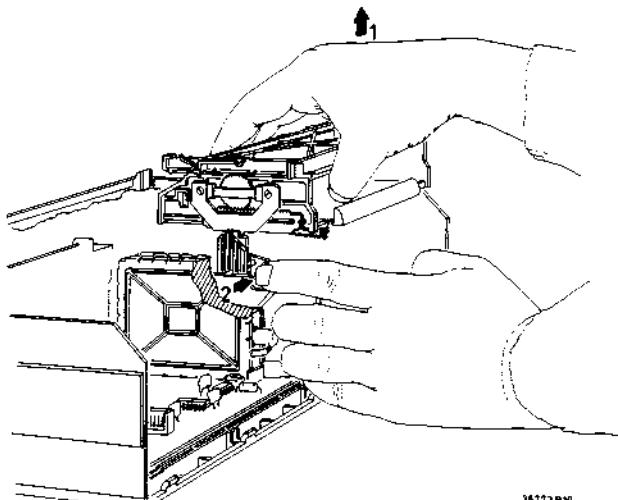

Fig. 2-1-3
2.1.6. Lift (Cassettenhalter) - Bild 2-1-3